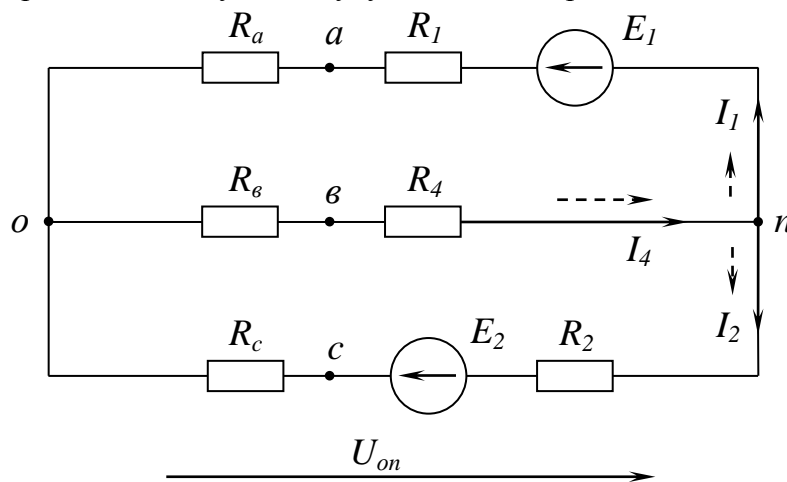

Рис. 14
В результате преобразований получена двухузловая схема рис. 14
Рассчитываем проводимости ветвей схемы рис. 14:
Возвращаясь к схеме (рис. 14)
3.2. Токи в ветвях схемы (рис. 14) определяют по *обобщенному закону Ома*: